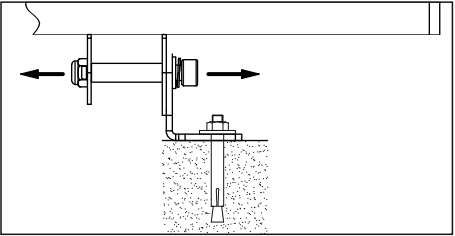

Рис. 1
- 5.11 Закрепите осветительный прибор на устанавливаемой поверхности, установите скобу в желаемое положение (рис. 1).